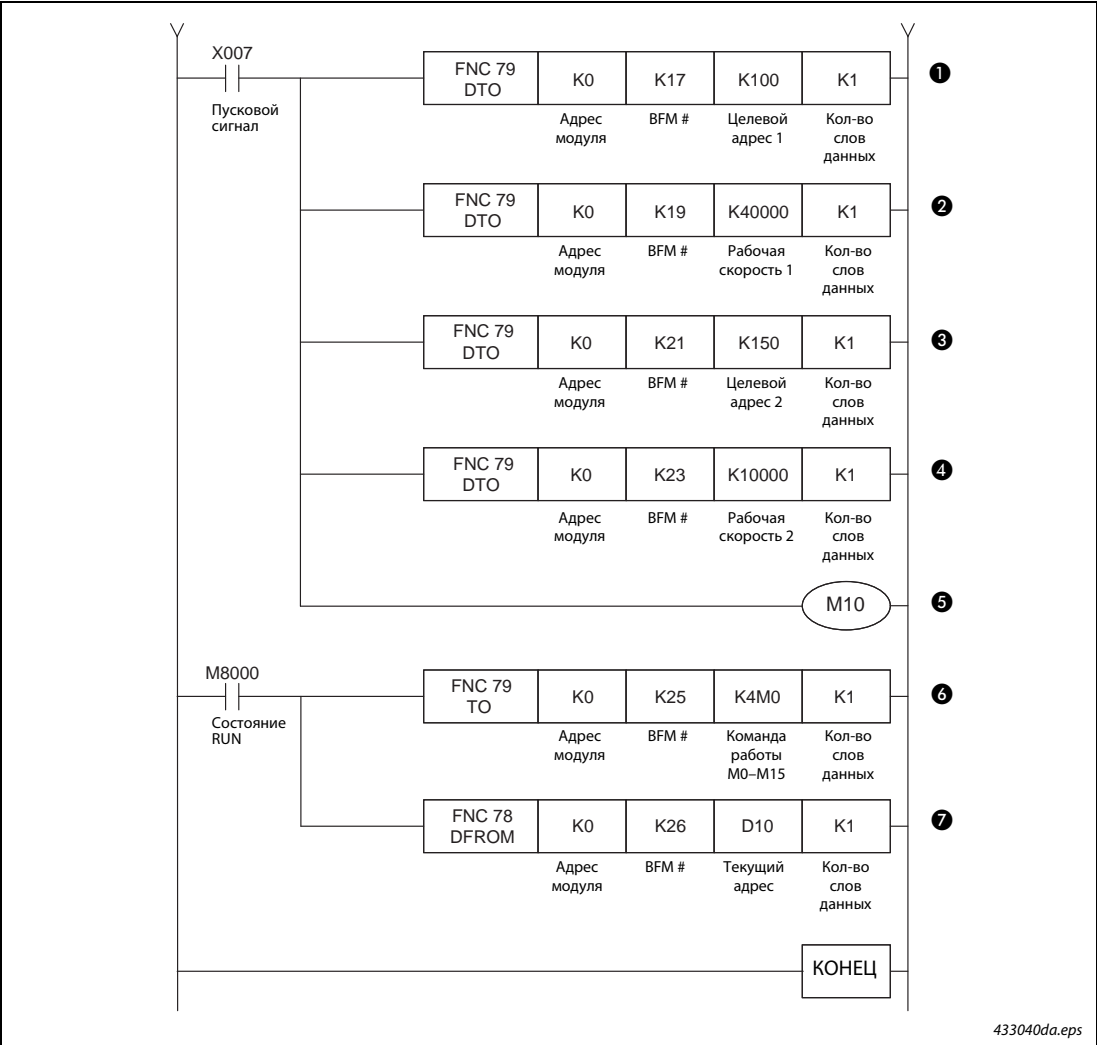

Рис. 4-22: Пример программы в виде релейно-контактной схемы (2)
④	Максимальная скорость настраивается на 40 кГц [K40000 → #5, #4].
⑤	Минимальная скорость настраивается на 0 Гц [K0 → #6].
⑥	Время ускорения/замедления настраивается на 100 мс [K100 → #15].
⑦	Считывается информация о состоянии [#28 → K3M20].
⑧	Считывается код ошибки [#29 → D20].
⑨	Считывается вход X000, чтобы сбросить ошибку.
⑩	Считывается вход X001 для сигнала останова.
⑪	Опрашивается состояние концевого выключателя прямого вращения.
⑫	Опрашивается состояние концевого выключателя обратного вращения.
⑬	Выбирается абсолютное позиционирование.
Таб. 4-16: Описание релейно-контактной схемы, изображенной на рис. 4-22 (1)
❶	Целевой адрес 1 устанавливается на 100 [K100 → #18, #17].
❷	Рабочая скорость 1 настраивается на 40 кГц [K40000 → #20, #19]
❸	Целевой адрес 2 устанавливается на 150 [K150 → #22, #21].
❹	Рабочая скорость 2 настраивается на 10 кГц [K10000 → #24, #23]
❺	Сигнал на входе X007 запускает двухскоростное позиционирование [M10: BFM #25, b10].
❻	Команды работы записываются в модуль FX2N-1PG [K4M0 → #25]
❼	Считывается текущий адрес позиции в мм [#27, #26 → D11, D10]
Таб. 4-16: Описание релейно-контактной схемы, изображенной на рис. 4-22 (2)